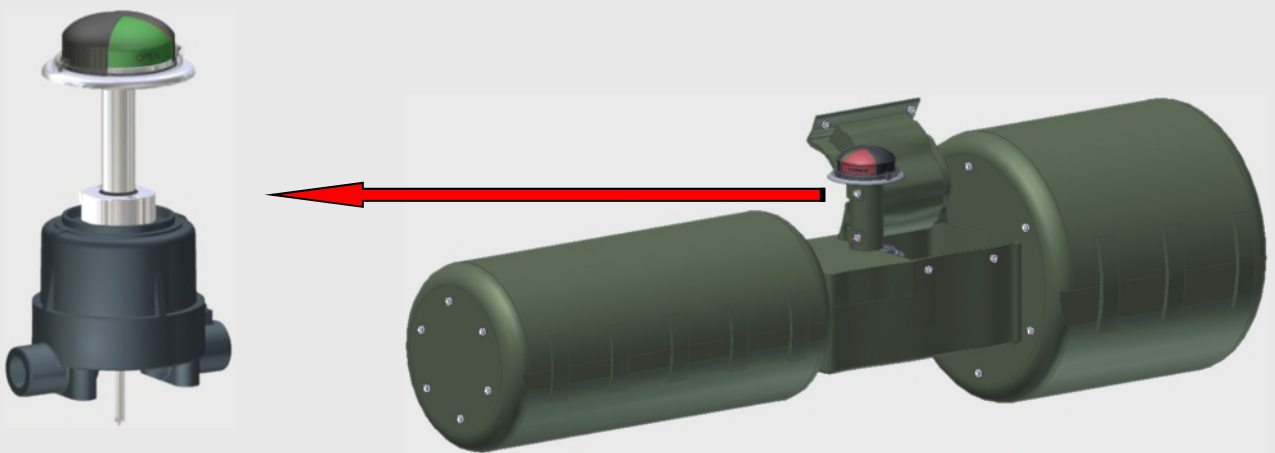

Fig.3
Indicatore visivo a cupola con prolunga rigida , adatto per coperture flessibili FIREPROOF di attuatori/valvole (Vedi fig.3) - Cupola di Colore: rosso (chiuso), verde (aperto); materiale policarbonato - Lunghezza prolunga rigida standard: 20cm	PR0
- ◆ 1) Posizionare il pignone dell'attuatore nella posizione di chiuso e verificare se la paletta è posizionata sopra il sensore desiderato; in caso contrario estrarre il blocco di regolazione (fig. 3) ruotare di 90° ed inserire nella posizione richiesta.